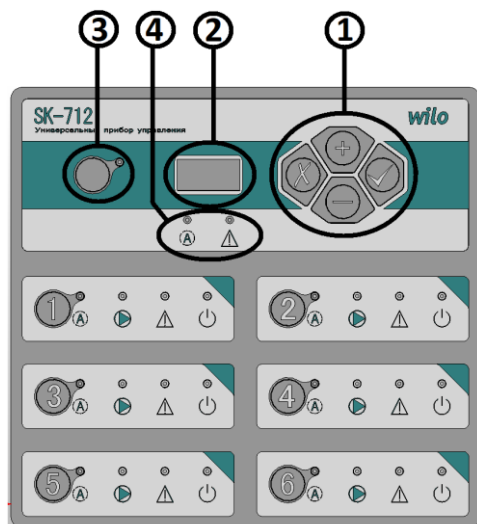

Рис. 6. Элементы панели управления ПЛК
**При включении прибора** на цифровом индикаторе (рис. 6, поз. 2) отображается в течение 2 сек. версия внутреннего программного обеспечения (например – **1.6.6**). После этого осуществляется самодиагностика прибора, во время которой на индикаторе отображается обратный отсчет от 9 до 1. Затем на индикаторе отображается значение измеряемого давления (перепада).
**В случае обнаружения неисправности** насоса загорается светодиод обобщенной аварии системы (рис. 6, поз. 4) и светодиод **Авария** соответствующего насоса в области управления насосами (рис. 7, поз. 8).
При обнаружении неисправности по показаниям внешних датчиков системы загорается только светодиод обобщенной аварии системы (рис. 6, поз. 4).
Для перехода между режимами отображения кода неисправности и отображения измеряемого параметра необходимо нажать клавишу **<Esc>** на клавиатуре (рис. 6, поз. 1). В случае наличия неисправности, если в течение 10 сек. не используется клавиатура, происходит автоматический возврат в режим отображения кода неисправности.
**Управление параметрами системы** осуществляется при помощи клавиатуры на лицевой панели прибора (рис. 6, поз. 1):